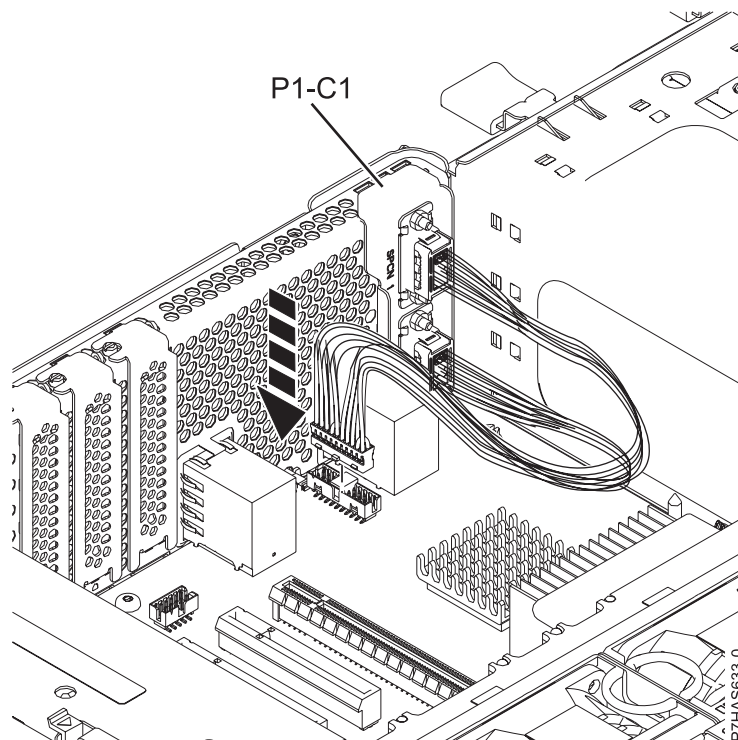

Figura 3. Instal·lació del conjunt del cable SPCN
- c. Endol·leu l'altre extrem del cable al connector de la placa posterior del sistema, tal com es mostra a la Figura 3 a la pàgina 5.